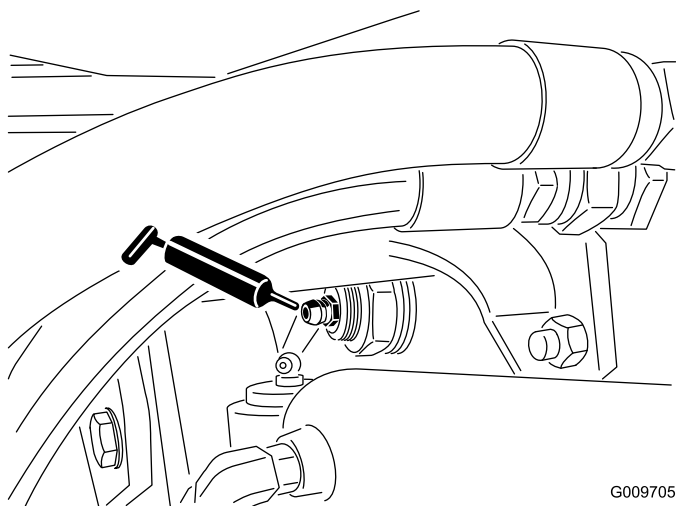

Figura 44
- Boccole orientabili (2) dell'assale posteriore (Figura 44)